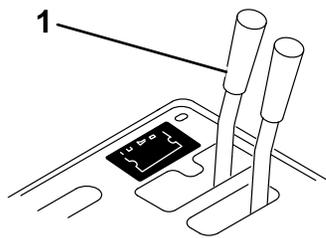
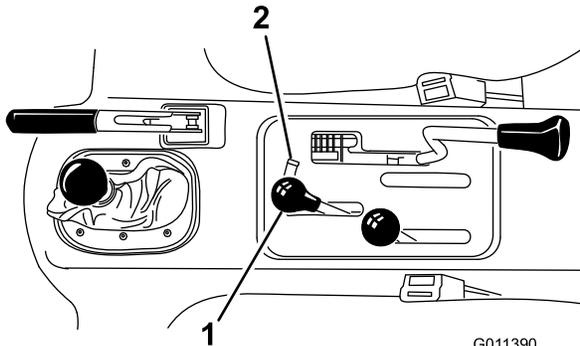

Bild 14
Bild 15
1. Schieben Sie an Fahrzeugen mit Seriennummern kleiner als 239999999 den Remotehydraulikventilgriff (Bild 14) in die Schwebestellung; schieben Sie an Fahrzeugen mit Seriennummern 240000001 und höher den Hydraulikhubhebel (Bild 15) vorwärts und rückwärts, um den Druck aus dem System abzulassen und das Abschließen der Schnellkupplungen zu erleichtern.